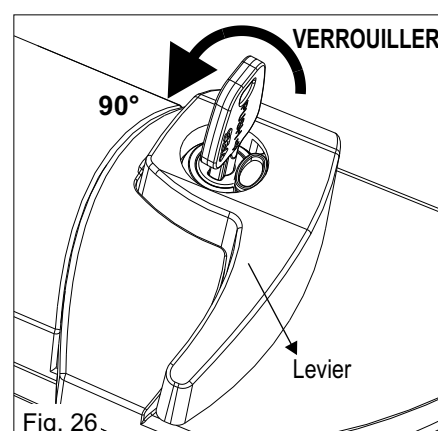

Fig. 26
- 1) Tourner le levier le sens des aiguilles d'une montre, puis tournez la clé de 90° degrés en sens inverse des aiguilles d'une montre vers la gauche (fig.26).